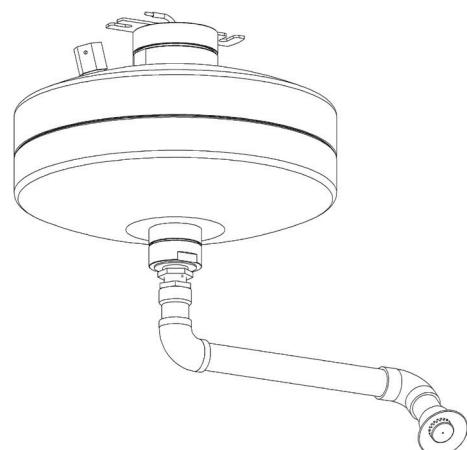

Рисунок 3
3.5 Допускается присоединение к МУПТВ трубопровода направленной подачи Ду32 длиной не более 4x метров для обеспечения равномерного орошения в условиях ограниченного пространства, конструктивных или технологических особенностей защищаемого объекта. Рекомендации по проектированию для таких решений приведены в СТО. Схема возможного исполнения модуля с трубопроводом направленной подачи представлена на рис.3.